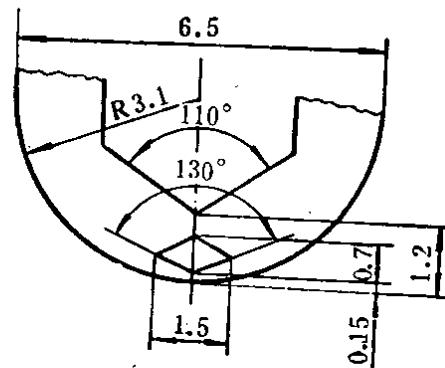

图 1-2 起针镊子工作部位放大图
1. **镊子** 镊子分普通镊子、尖镊子和起针镊子三种（图 1-1）。夹持、拆装零件用普通镊子；调整游丝用尖镊子；拆卸表针用起针镊子。起针镊子钳口部分的形状和尺寸如图 1-2 所示。不锈钢材料制作的镊子不适合修机械表用，因其镊子尖太软容易变形。但修理石英电子手表必须用不锈钢镊子，因为它不会被磁化。镊子的材料以弹簧钢为宜，经过淬火、回火等热处理工序，使镊子的工作部位保持一定的硬度。镊子尖要对口，用食指和拇指捏住镊子的中部，两片